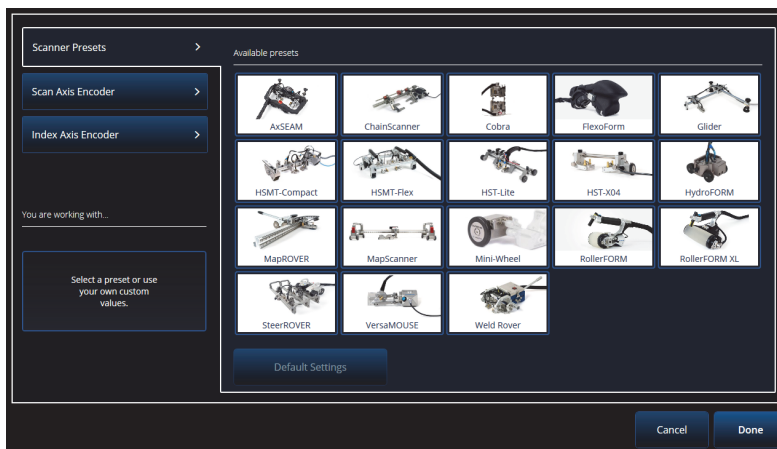

Figura 5-1 Lista de selección de Parám. predef. de escáner
2. Seleccione **Escaneo > Inspección > Codificadores** para acceder a la pantalla de configuración del codificador y configurar los parámetros del codificador según las especificaciones de este último (ver Figura 5-1 en la página 208). Es posible usar un escáner predeterminado, o modificar los parámetros para el eje a partir de este menú.